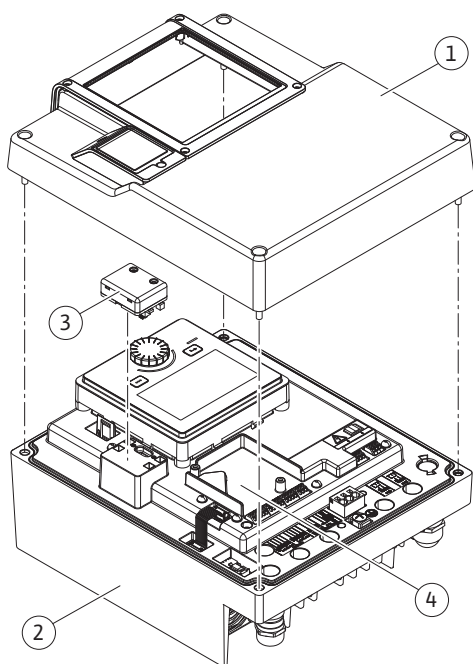
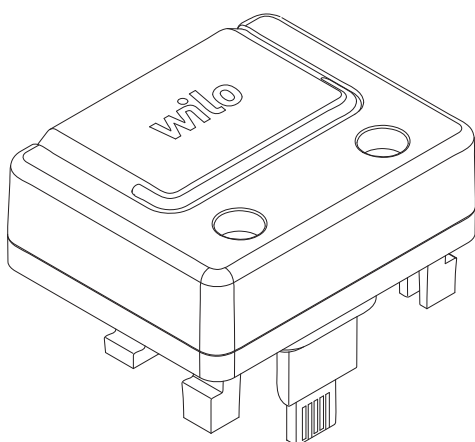

Fig. 25: Elektronički modul
Fig. 26: Wilo-Smart Connect modul BT
Sučelje Bluetooth (Fig. 25, poz. 3) Wilo-Smart Connect modula BT (Fig. 26) služi za povezivanje na mobilne krajnje uređaje kao što su pametni telefon i tablet. Uz pomoć aplikacije Wilo-Smart Connect pumpa se može upotrebljavati i namjestiti te se mogu prikazati podaci pumpe. Za postavke vidi poglavlje „Puštanje u pogon“.
3. Wilo-Smart Connect modul BT utaknite u predviđeno sučelje. Vidi Fig. 25, poz. 3.
CIF moduli (dodatna oprema) služe za komunikaciju između pumpi i automatskog upravljanja zgradom. CIF moduli utaknuti su u elektronički modul (Fig. 25, poz. 4)